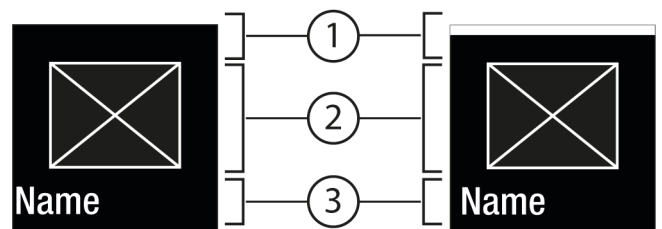
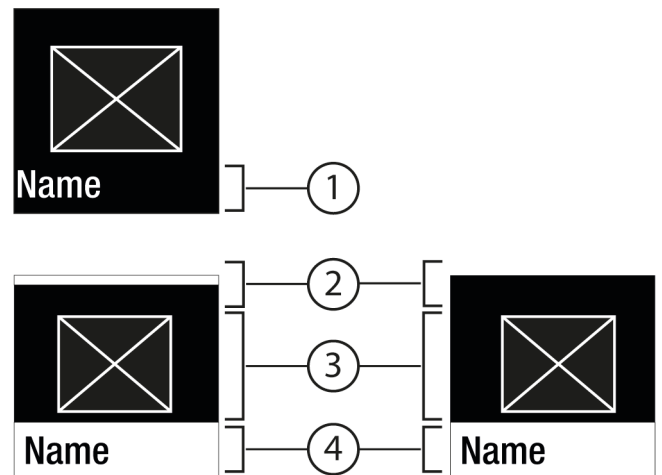

Fig. 6
Fig. 7
- Mit Bestätigen Fig. 5 (2) das Untermenü Fig. 7 (4) aufrufen.
- Neuen Wert einstellen: Mit Bestätigen *Fig. 5 (2)* einen deaktivierten Wert *Fig. 6 (1)* auswählen.
- Zurück ins Menü: Mit Bestätigen *Fig. 5 (2)* den bereits aktivierten Wert *Fig. 6 (2)* auswählen.
- ▷ Status: aktiviert *Fig. 6 (1)* erscheint kurz im Untermenü *Fig. 7 (4)*.